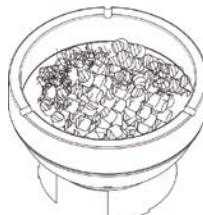

Figura 13
**PASO 1** Es fácil comenzar a usar la Parrilla Kamado. Ubique la rejilla dentro de la cámara de combustión como muestra el Dibujo 13. Agregue suficiente carbón que empiece bien debajo de los espacios en la pared de la cámara, con la cumbre del montículo bien debajo del borde superior del anillo de fuego. (Ver Figura 13) Por favor siga los importantes tips de adición de carbón a continuación.